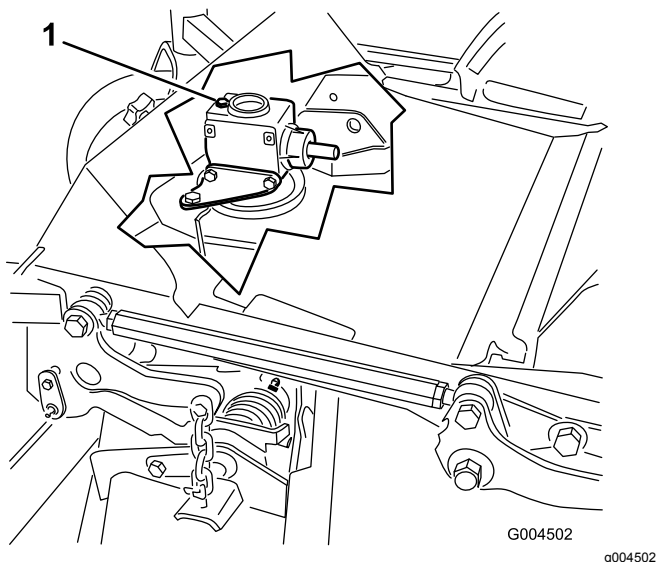

Figure 53
- Retirez le bouchon de remplissage-jauge au sommet du boîtier d'engrenages et vérifiez que le niveau de lubrifiant se situe entre les repères sur la jauge (Figure 53).
- Retirez le bouchon de remplissage-jauge au sommet du boîtier d'engrenages (Figure 53).